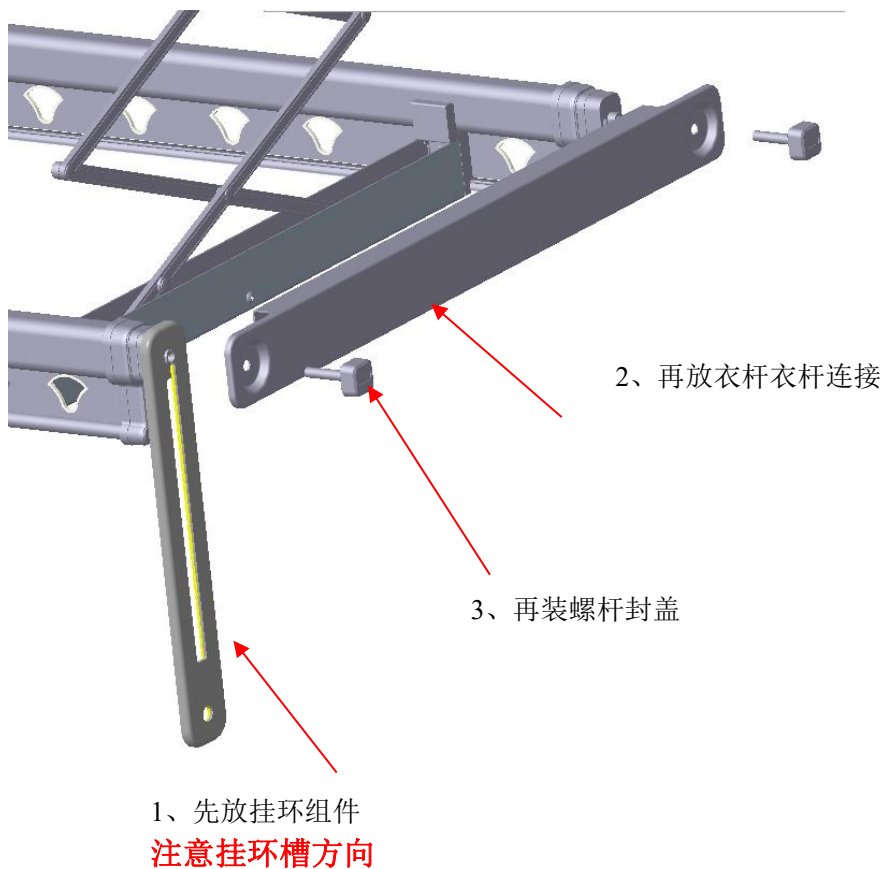
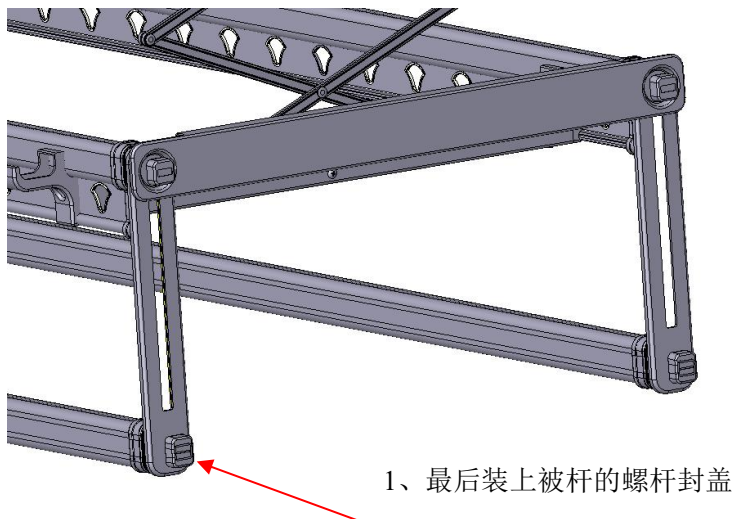

图 9
图 10
9、安装衣杆连接杆，挂环，被杆。先将挂环组件放在衣杆的伸缩口上，注意上挂环滑槽，再将螺杆封盖穿过衣杆连接杆固定在衣杆上，如图 9 所示。最后组装被杆，将螺杆封盖穿过挂环，固定在被杆的伸缩杆封口上。如图 10 所示。